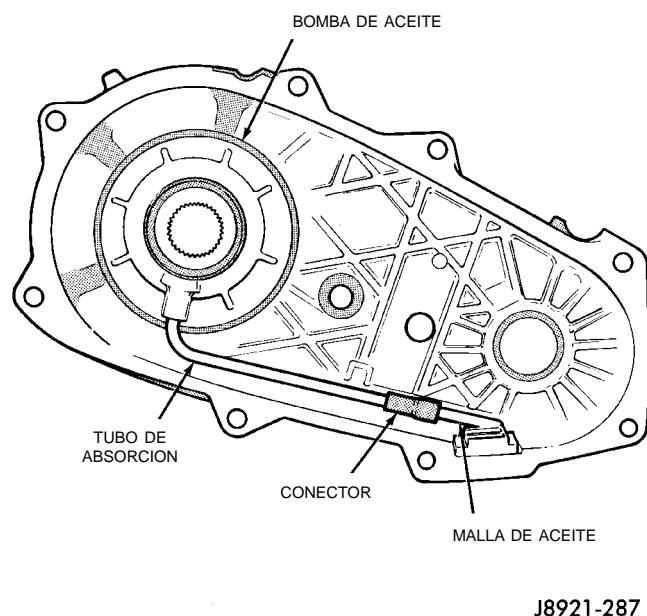

Fig. 85 Instalación de la malla y tubo de absorción de aceite
- (1) Inserte el tubo de absorción de aceite en la bomba y fije la malla de aceite y la manguera de conexión al tubo de absorción. Instale después la bomba ensamblada, el tubo y la malla en la caja trasera (Fig. 85). Asegúrese de que la malla asiente en la muesca de la caja, tal como se muestra.